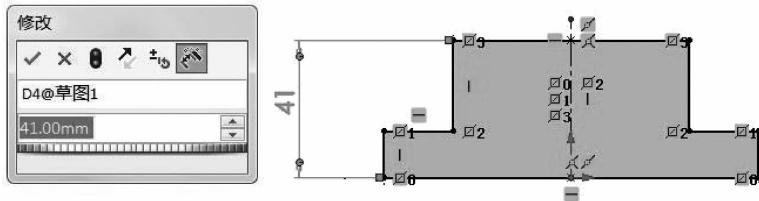

图 1-21 【修改】对话框
(4) 标注尺寸。
① 单击【智能尺寸】按钮 ，完成某个尺寸标注（如“41”）的同时弹出【修改】对话框，如图 1-21 所示。
① “镜向”的正确说法为“镜像”。